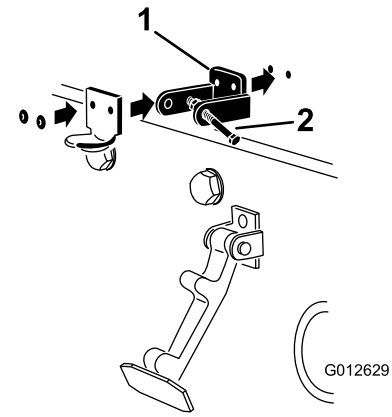

图 8
4. 对准安装孔的同时，将 CE 锁定支架和机罩门锁支架放到机罩上 (图 8)。
6. 用铆钉将支架和垫圈铆定到机罩 (图 8)。